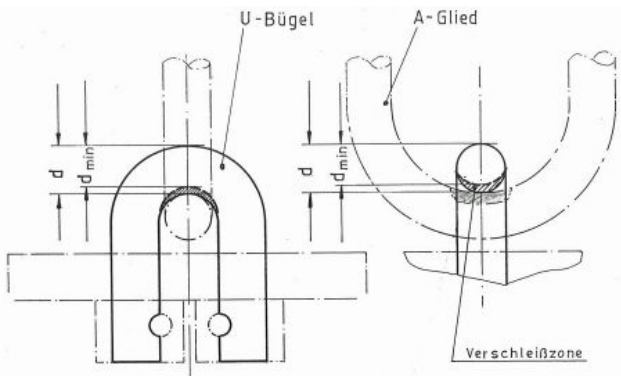

Abb. 3: Verschleißmaße
- Kontrollieren Sie vor jedem Gebrauch die Verschleißzonen des Aufhängegliedes und des U-Bügels (siehe Abb. 3), dass die zulässigen Verschleißmaße (siehe Abschnitt 4 Prüfkriterien) noch nicht erreicht sind.